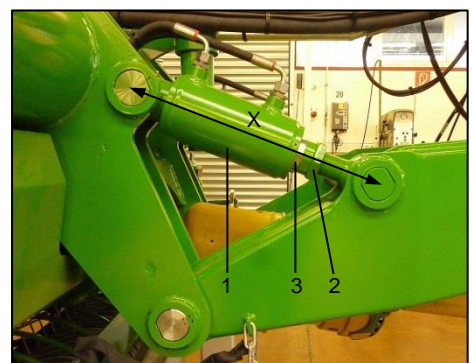

Bild 107: Deichsel Zylinder
- Die Deichsel Zylinder (Bild 107 / Pos.1) ganz einfahren.
- Die Kontermuttern (Bild 107 / Pos.2) lösen.
- Durch abwechselndes Verdrehen der linken und rechten Kolbenstange (Bild 107 / Pos.3) die Deichsel stufenlos einstellen.
- Ist das Einstellmaß des Pick-Up Zylinders erreicht, werden die Kontermuttern (Bild 107 / Pos.2) wieder festgezogen.